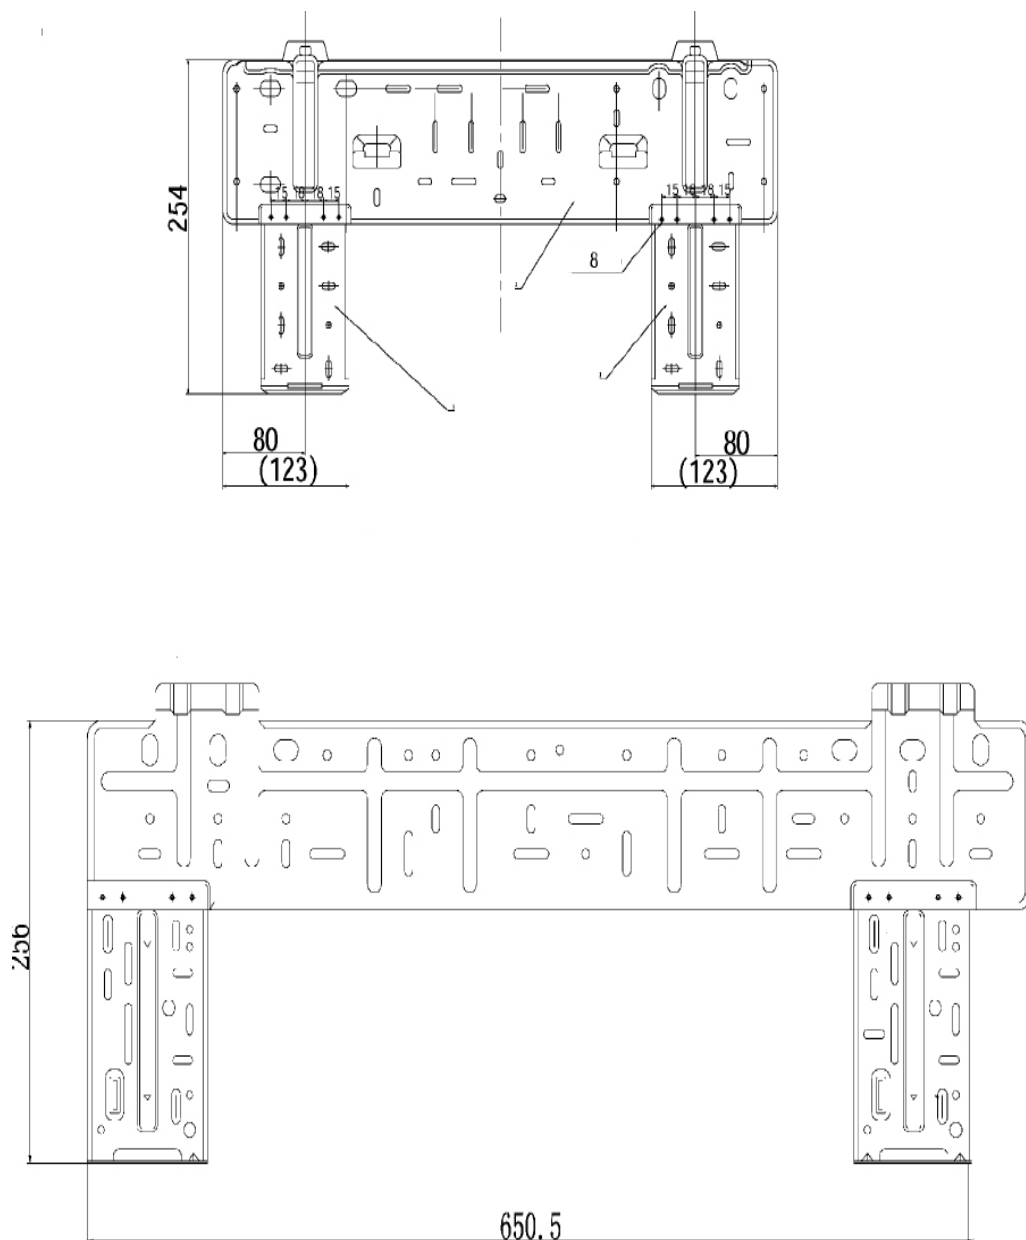

Рис.1
1. Просверлите отверстие в стене диам. 55мм, центр отверстия определяется по рис.1